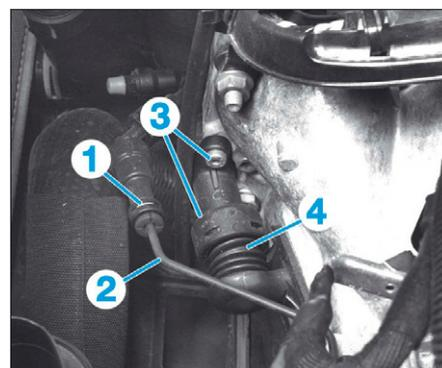

FIG. 18
- Dégrafer les agrafes (1) sans les déposer (Fig.18).
- Désaccoupler la canalisation (2).
- les vis (3),
- le cylindre récepteur (4).